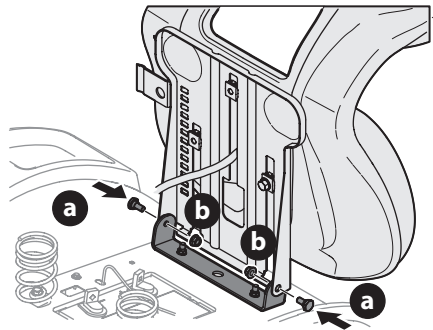

Figure 2
4. Fixez un côté du siège au support avec les boulons à épaulement (a) et les écrous autobloquants (b) retirés à l'étape 3. Retenez le siège pendant que vous enlevez le tournevis Phillips et que vous fixez l'autre côté. Prenez garde de ne pas coincer ou endommager le faisceau de câbles pendant que vous installez le siège (Figure 2). Serrez à un couple de 10 à 12 N m (de 84 à 103 po-lb).